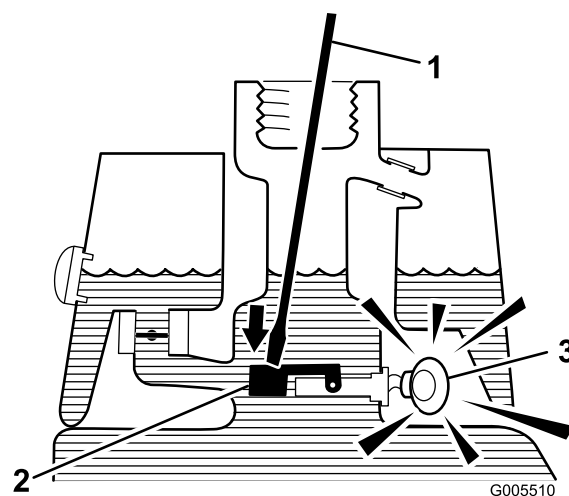

Figura 41
3. Inserite nel collo del serbatoio un'asta o un cacciavite puliti e premete con cautela il galleggiante dell'interruttore (Figura 41): dopo un secondo dovrebbe scattare l'allarme.